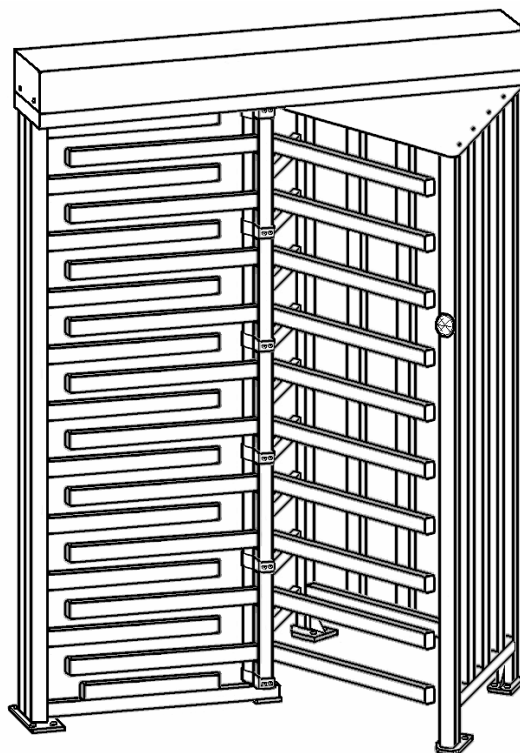

Рисунок 5. Исходное положение створок турникета для шлюзовых режимов работы
- В исходном состоянии турникета зону прохода перекрывают **две створки, образуя шлюз** (см. рис. 5 и 12); из этого состояния возможно задание дополнительных режимов работы турникета с использованием шлюза (**шлюзовых режимов**, см. табл. 2).